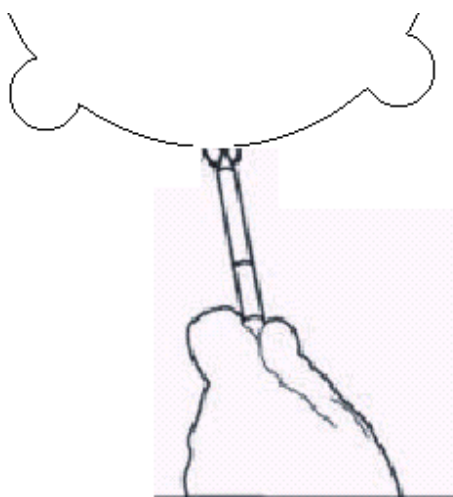

图 32
- 2) Używając szablonu, obrysuj kształt przyszłego otworu (patrz Rys.32)